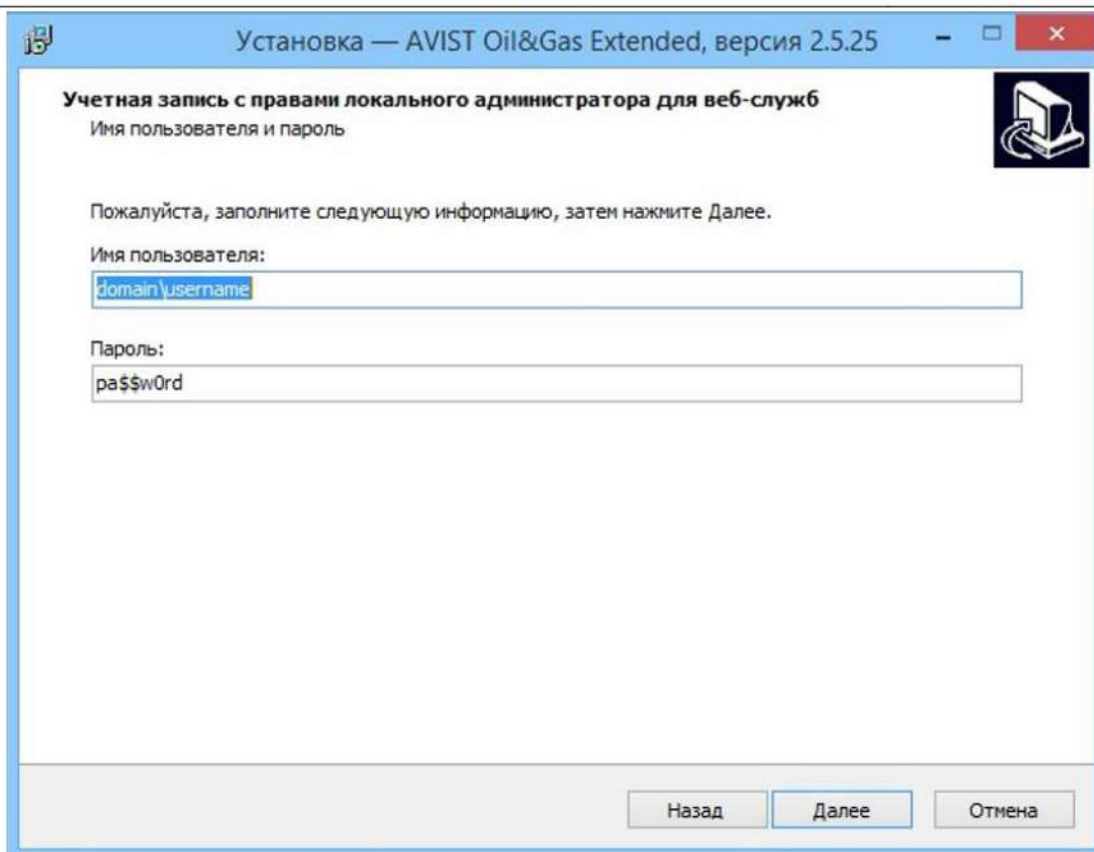

Рисунок 34 - Окно ввода данных учетной записи с правами локального администратора
- 6) Ввести данные учетной записи, которая обладает правами локального администратора для веб-служб, нажать кнопку «Далее» (Рисунок 34).